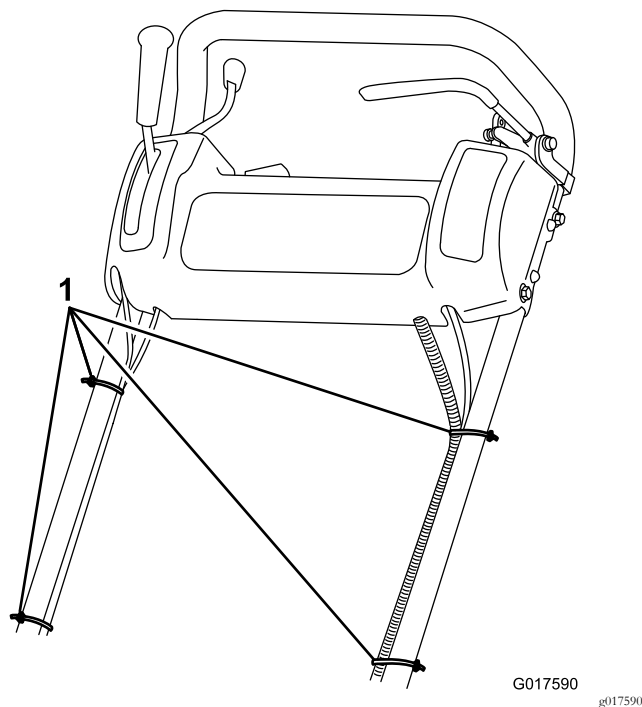

Figura 4
7. Sujete los cables y el arnés de cables al manillar con bridas (Figura 4).